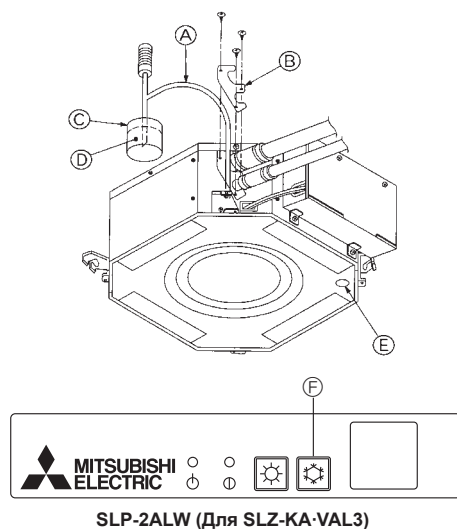

Fig. 9-7
9.4.1. Для беспроводного пульта дистанционного управления (Fig. 9-7)